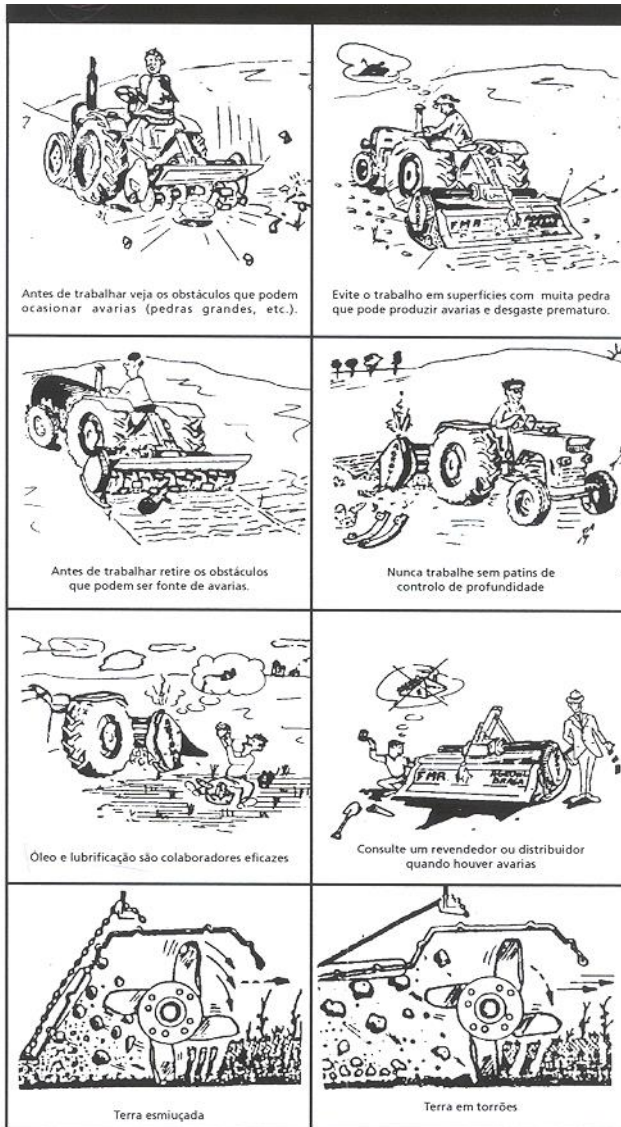

Fig.13
- Tenha sempre em atenção as recomendações ilustradas na página seguinte, (fig. 13).
A regulação da posição do avental permite-lhe obter uma maior ou menor agregação dos torrões soltos pelo movimento das facas, (fig. 13).